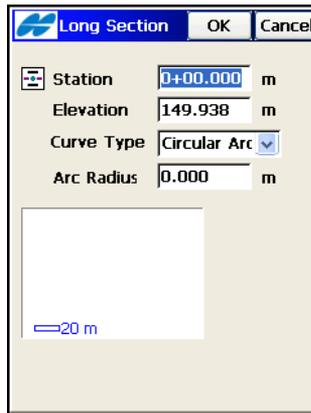

Abbildung 7-21. Neuer Längsschnitt
- Wählen Sie im Fenster **Längsschnitt** (Abbildung 7-21) den Kurventyp in der Liste *Kurventyp*: *Parabel* oder *Kreisbogen*. Geben Sie dann, abhängig vom Kurventyp, den Stationsabstand vom Anfang der Trasse, die Stationshöhe und die Parabellänge an der Station (unter der Annahme, dass die Station in der Mitte des Intervalls liegt) oder aber den Radius des Kreisbogens ein.